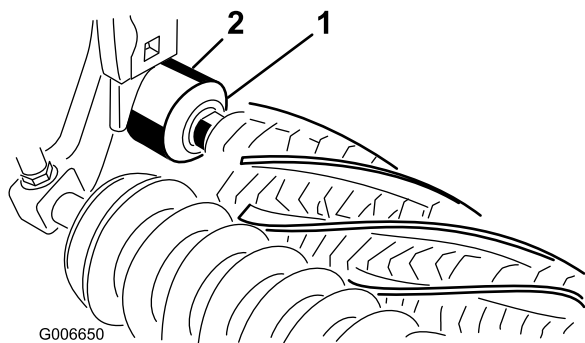

Figura 14
21. Asegúrese de que el borde sellante de cada retén toca ligeramente el alojamiento del cojinete correspondiente (Figura 14).